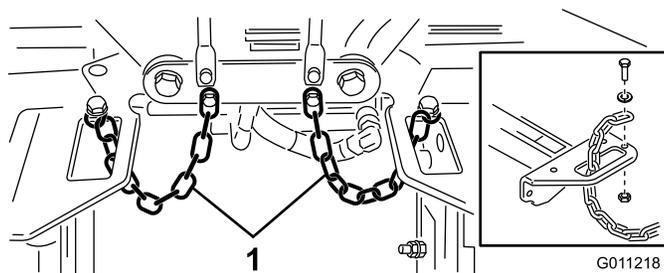

Figura 22
4. Faça passar uma correnta de controlo pela ranhura na extremidade de cada estrutura de suporte. Fixe a correnta de controlo à parte superior da estrutura de suporte com um parafuso, uma anilha e uma porca de bloqueio (Figura 22).